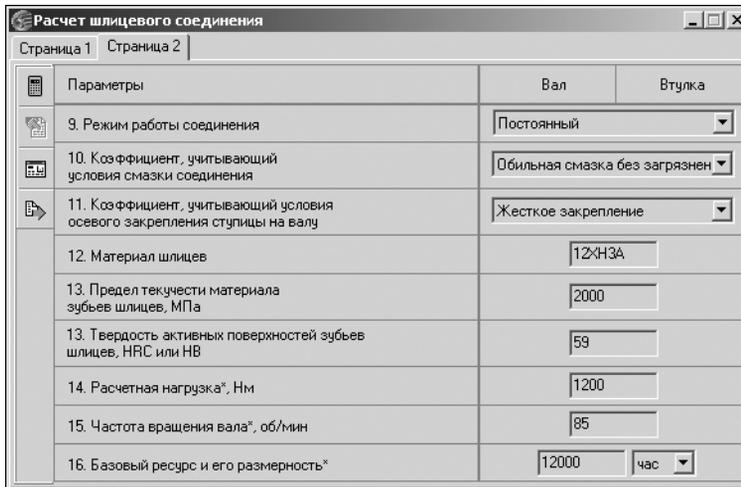

Рис. 4.24.
6. Для продолжения ввода данных и расчета раскройте вкладку **Страница 2** (рис. 4.24).